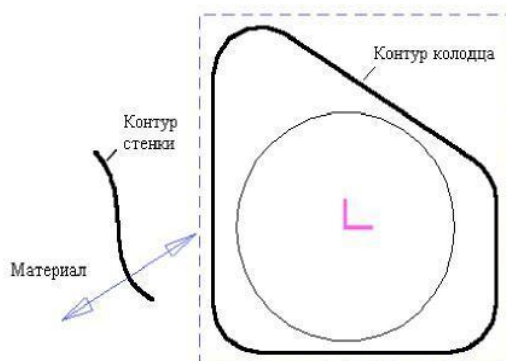

Рис. 4.22
8. Подведите курсор в место слева от контура и щелкните левой кнопкой мыши (рис. 4.22).